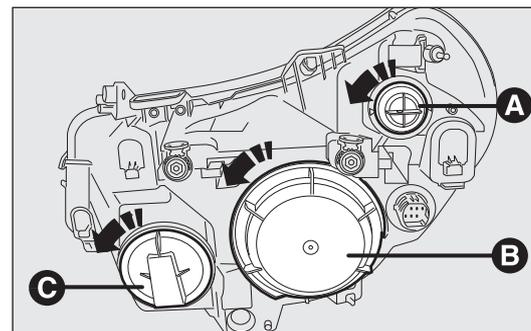

Abb. 186
Zum Auswechseln der Lampe des Fernlichts muss der Deckel A-Abb. 186 abgenommen werden.
Zum Auswechseln der Lampe des Abblend-/Standlichts muss der Deckel B-Abb. 186 abgenommen werden.
Zum Auswechseln der Lampe der Fahrtrichtungsanzeiger muss der Deckel C-Abb. 186 abgenommen werden.
- die Schutzkappe B-Abb. 186 durch Drehen gegen den Uhrzeigersinn abnehmen;
- die Schutzkappe B-Abb. 186 durch Drehen im Uhrzeigersinn wieder anbringen und deren ordnungsgemäßen festen Sitz prüfen.
- die Schutzkappe A-Abb. 186 durch Drehen gegen den Uhrzeigersinn abnehmen;
- die Schutzkappe A-Abb. 186 durch Drehen im Uhrzeigersinn wieder anbringen und deren ordnungsgemäßen festen Sitz prüfen.